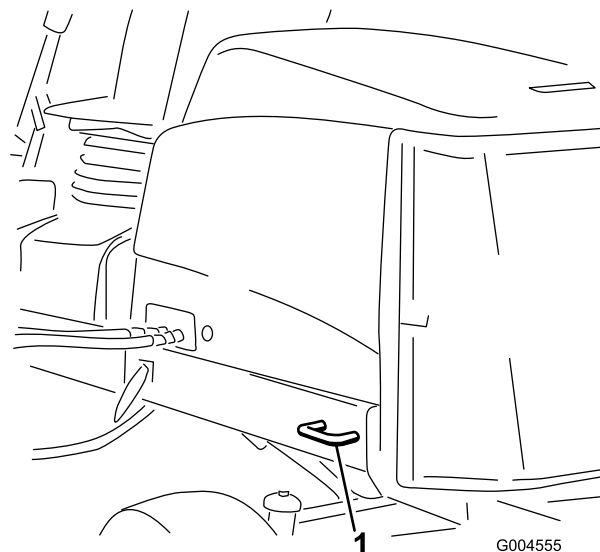

Figura 40
- Traseira – cada lado da máquina na estrutura traseira (Figura 40)